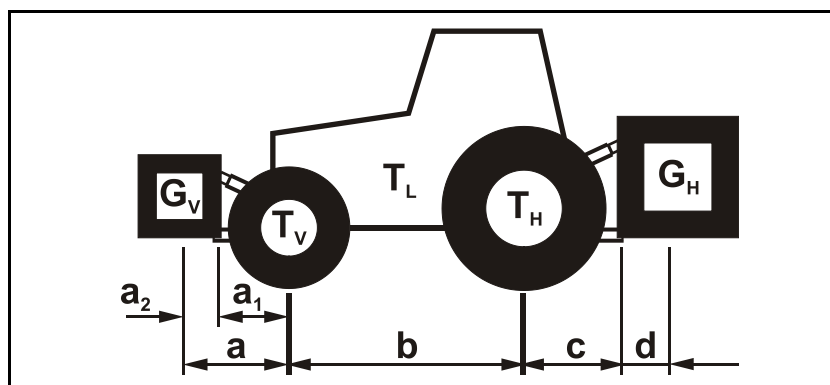

Рис. 56
2. Выверните фиксирующий винт (Рис. 56/1) на защитном раструбе.